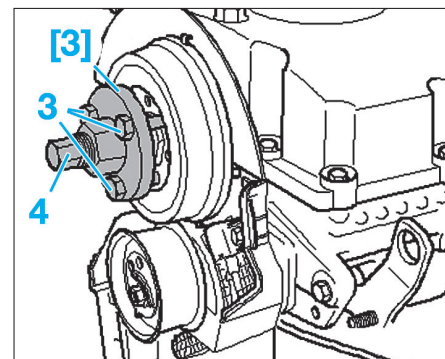

FIG. 131
- [3]. Extracteur de moyeu d'arbre à cames ref. T10052 (Fig.131).
- Desserrer d'environ 2 tours la vis (2).
- Mettre le dispositif d'extraction [3] en place et l'ajuster sur les alésages du moyeu (Fig.131).